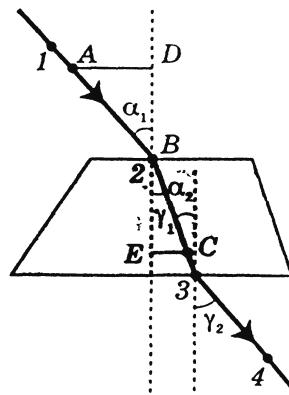

Рис.1
4. Снимите стекло и булавки, отметьте места наколов точками 1, 2, 3, 4 и проведите через них линии до пересечения с границами стекла (рис. 1). Соединив точки 2 и 3, получим направление луча света. Проведите через точки 2 и 3 перпендикуляры к преломляющим поверхностям.
2. Отложите из точки B (рис. 1) отрезки  $AB = BC$  и постройте прямоугольные треугольники  $\Delta ADB$  и  $\Delta BEC$ . Так как  $\sin \alpha_1 = \frac{AD}{AB}$ , а  $\sin \gamma_1 = \frac{EC}{CB}$  и  $AB = CB$ , то показатель преломления можно найти по формуле: